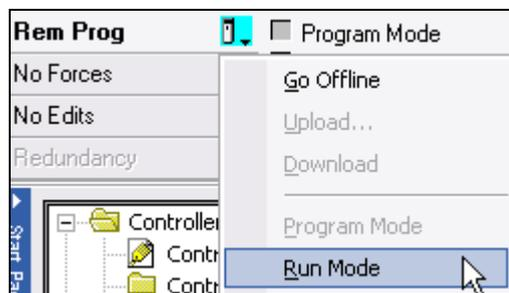

图 1- 104 使控制器置于 Run 模式
3. 查看控制器的输出标签。双击菜单树中的 Controller Tags (控制器域标签)，点击位于左下角的 **Monitor Tags**。展开 PowerFlex 753 的输出，进行如下设置来操作变频器，如图 1- 105。